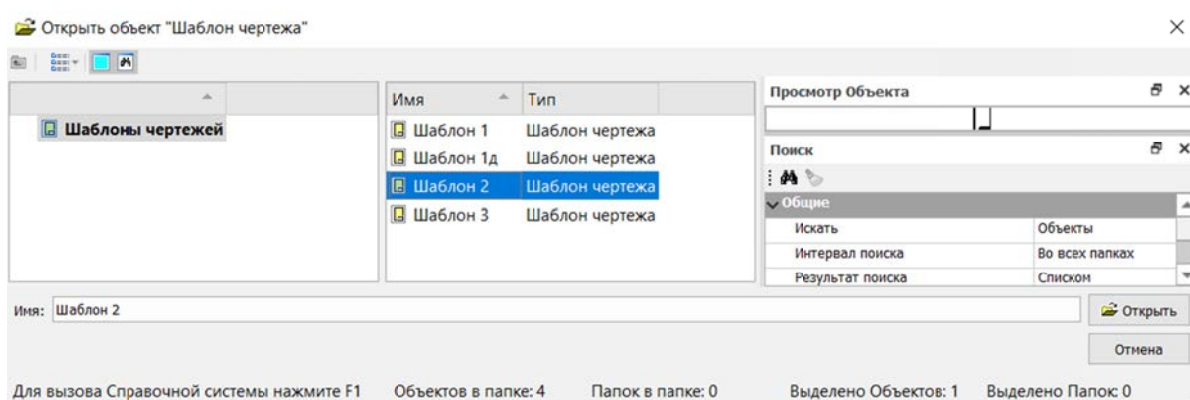

Рис. 6.3. Диалог Открыть объект «Шаблон чертежа»
2. Далее во вкладке **ЧЕРТЕЖИ И ВЕДОМОСТИ** выполняем команду **ЧЕРТЕЖИ / СОЗДАТЬ ЧЕРТЕЖ**. Затем в открывшемся диалоге **Открыть объект «Шаблон чертежа»** выбрать необходимый шаблон (рис. 6.3).